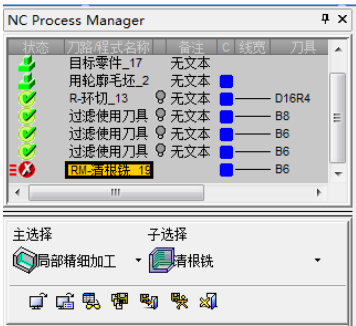

图 3-55 “NC Process Manager”对话框 (5)
1) 创建程序。单击“加工向导”工具栏上的“加工程序”按钮，弹出“NC Process Manager” (5) 对话框，“主选择”为“局部精细加工”，“子选择”为“清根铣”，如图 3-55 所示。